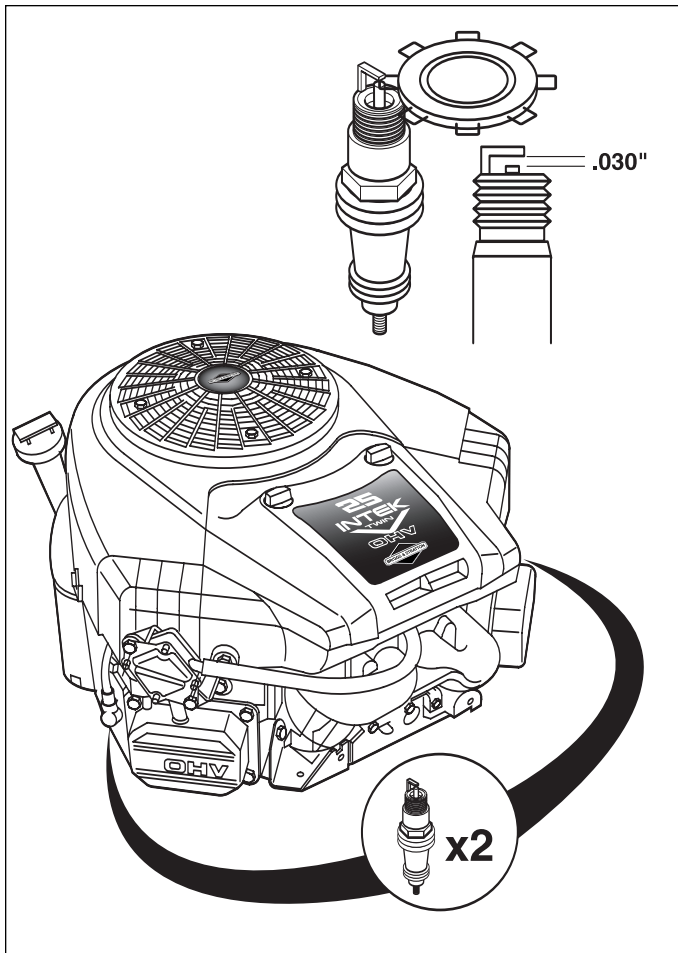

Figura 31. Distanza tra le candele
4. Controllare la distanza tra le candele. Dovrebbe essere di 0,76 mm (vedere la Figura 31 o 32).